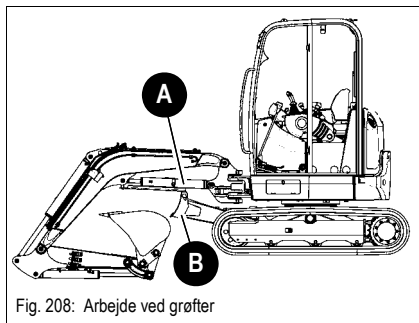

Fig. 208: Arbejde ved grøfter
- ☞ Pas på, at dozerbladet **B** aldrig berører stempelstangen **A** (Fig. 208).
- ☞ Anvend fortrinsvis den først beskrevne arbejdsstilling (Fig. 208) og vær hele tiden opmærksom på, at det ikke kommer til nogen kollision mellem stempelstangen **A** og dozerbladet **B**.